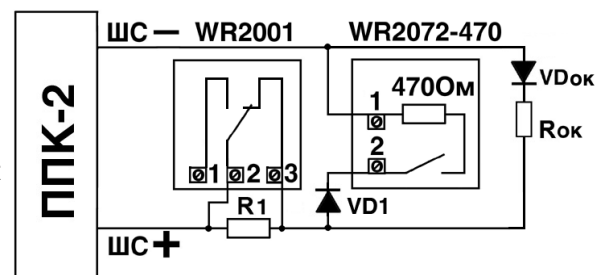

Рис. 2. Подключение извещателей серии WR2000 к пультам типа ППК-2
- Ручные извещатели ИПР-СС (WR2001/SR) включаются в шлейф последовательно или параллельно. При последовательном включении используются нормально замкнутые контакты 2, 3 извещателя с шунтированием их резистором R1 8,2 кОм (рис. 2). При параллельном включении извещателей серии WR2000 используются нормально разомкнутые контакты 1, 2 с последовательно включенным резистором (рис. 2). В извещателе WR2072/SR-470 уже установлен резистор 470 Ом, в ИПР-СС (WR2001/SR) его необходимо установить при монтаже.